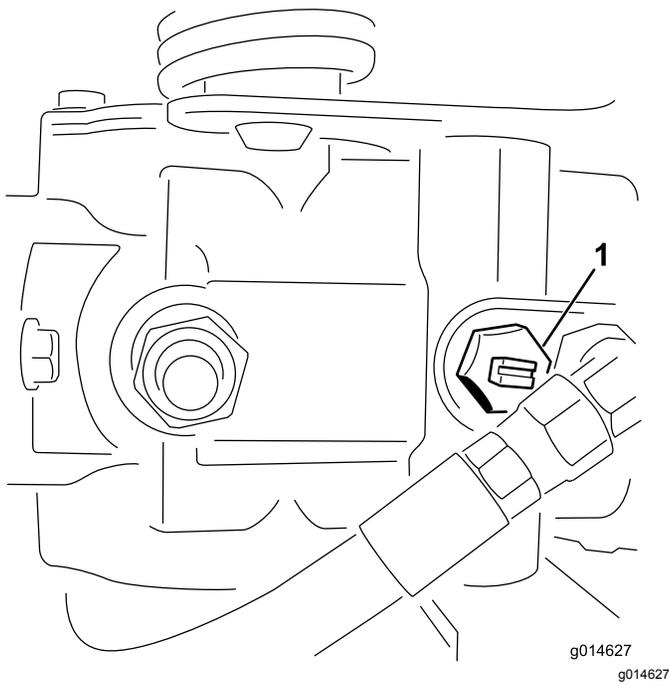

Рисунок 23
1. Найдите на насосе перепускной клапан и поверните его так, чтобы паз был вертикален (Рисунок 23).
2. Перед запуском двигателя закройте перепускной клапан, повернув его так, чтобы паз был горизонтален (Рисунок 23). Не запускайте двигатель, когда клапан открыт.